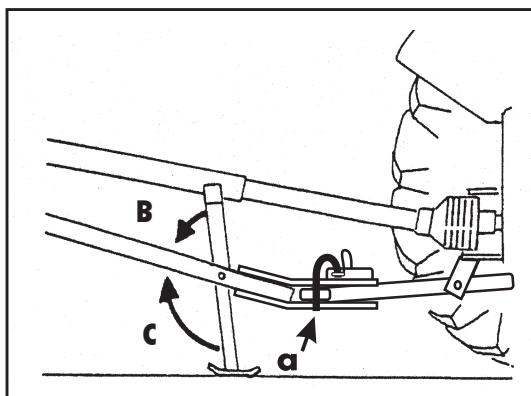
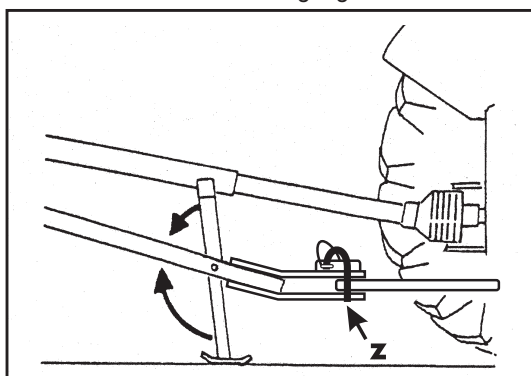

Bild 3.1 Ackerschienenanhangung
Bild 3.2 Zugpendelanhangung
Der Kreiselheuer wird an höhen- und seitenfixierter Ackerschiene (Bild 3.1) oder an das Zugpendel (Bild 3.2) des Traktors angehängt und gesichert.
- Gelenkwellenstütze (B) zurückklappen (Bild 3.1).
- Abstellstütze (C) hochschwenken und einrasten (Bild 3.1).